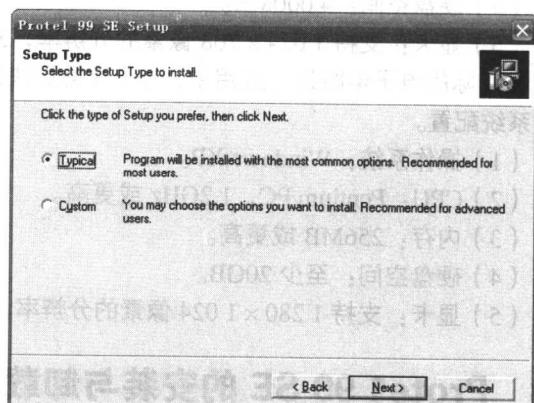

图 1-5 Protel 99 SE 的提示安装窗口
(5) 单击 **Next >** 按钮，弹出如图 1-5 所示的提示安装对话框，在该对话框中可以选择软件的安装方式，这里选择“Typical”。